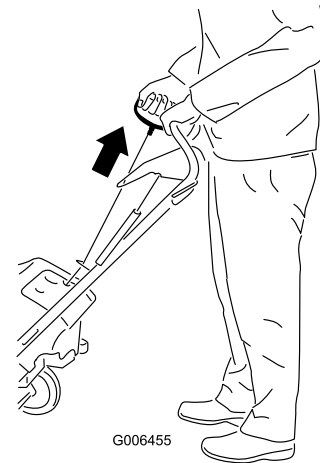

Figura 14
4. Tire del arrancador de retroceso (Figura 14).